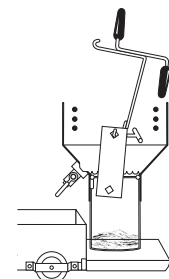

ABBILDUNG 15
5. **Entnehmen der Heizplatte** – Prüfen Sie von oben, ob das Frittieröl bis zur Höhe des Ablassventils aus dem Frittierbehälter ausgelaufen ist. Tragen Sie Schutzhandschuhe und entnehmen Sie die Heizplatte mit dem Abtropfhaken des Frittierkorbs (siehe Abbildung 15). Lassen Sie die Platte in einem sicheren Bereich abkühlen.